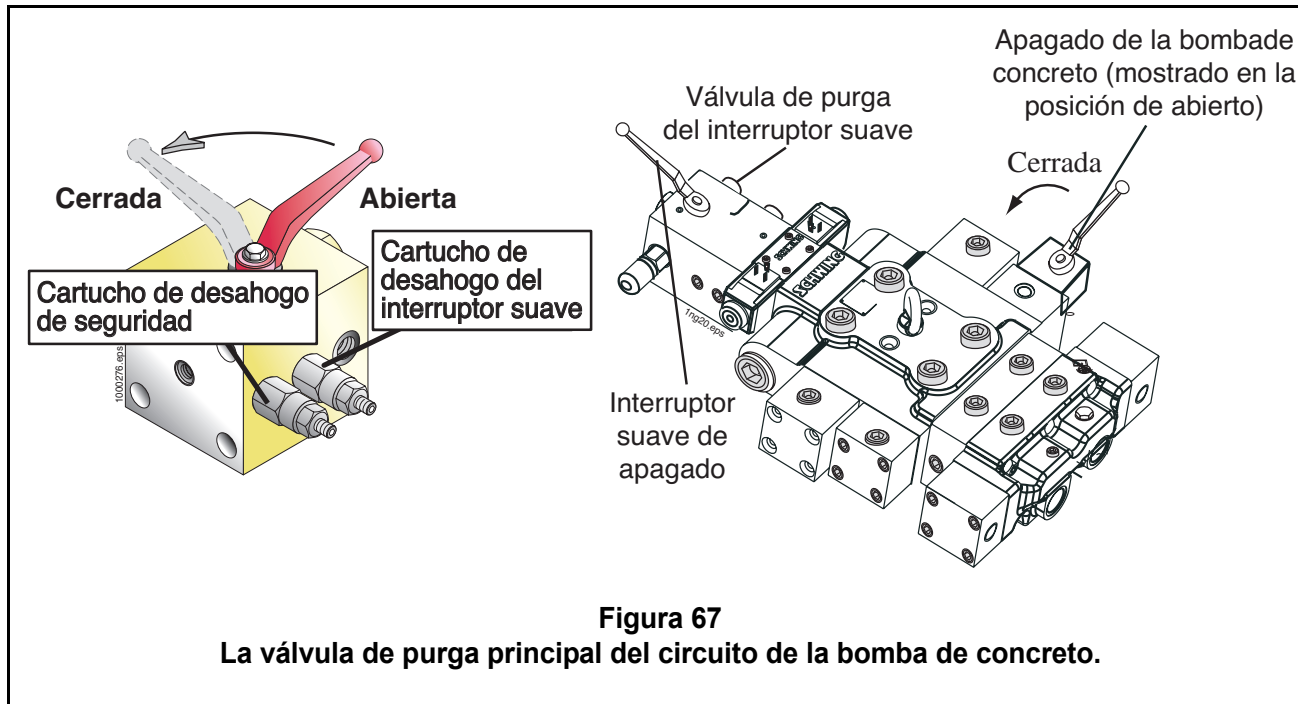

Figura 67
El circuito de la bomba de concreto Schwing en las bombas de la serie WP está diseñado para operar a la presión máxima de 330 barías (4785 PSI). Está controlado por una bomba con presión compensada. Para comprobar la presión del sistema principal, consulte la Figura 67:
- Cierre las válvulas de cierre de un cuarto de vuelta mostradas en la Figura 67.